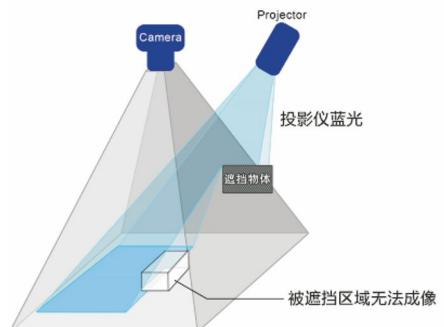

图3 相机投影示意图
- 避免被测区域处在阴影区域，阴影区域曝光不足，见示意图3。